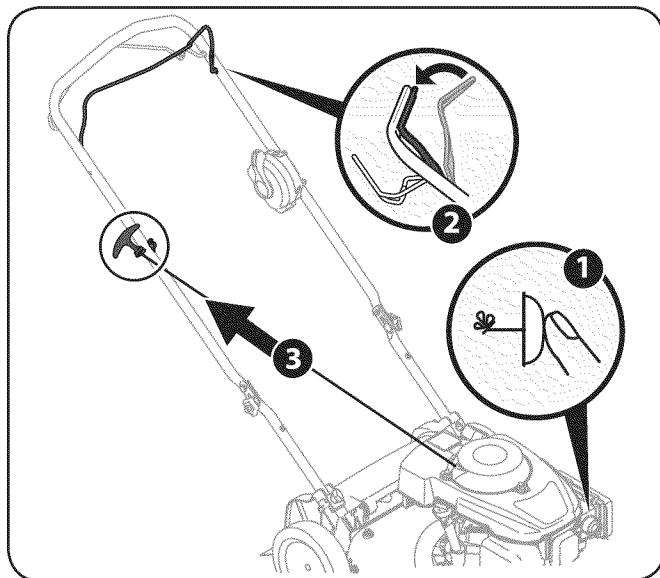

Figura 5-2
- Oprima el cebador 3 veces. Espere aproximadamente dos segundos entre cada presión. Vea la Figura 5-2. En climas con temperaturas de abajo de 50°F, oprima el cebador 5 veces. Despues de que el motor es calentado, un tiempo puede ser necesario para todas las temperaturas.
- Tire suavemente de la empuñadura del arranque hasta sentir la resistencia, luego tire rápidamente para reducir la compresión, impedir la tensión de retroceso y arrancar el motor. Repita de ser necesario. Vea la Figura 5-2.